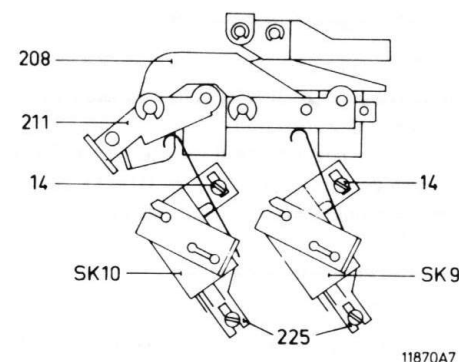

Fig. III-13
- Indien nodig kan dit worden ingesteld door de bevestigingsbeugel 225 van SK9 te verschuiven nadat de schroeven 14 enige slagen zijn losgedraaid (zie fig. III-13).
- Indien nodig kan dit worden ingesteld door de bevestigingsbeugel 225 van SK10 te verschuiven nadat de schroeven 14 enige slagen zijn losgedraaid (zie fig. III-13).